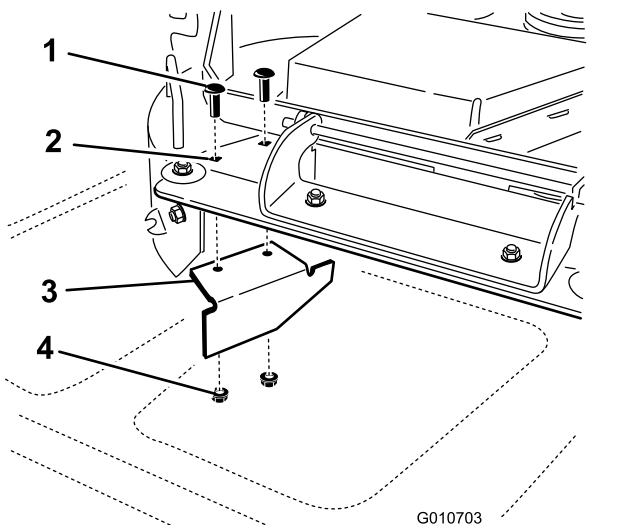

Figura 36
14. Nel sacchetto delle parti sciolte, individuate il deflettore di chiusura. Rimuovete gli elementi di fissaggio dai fori posteriori della piastra di scarico. Montate il deflettore nell'apertura di scarico laterale sul piatto di taglio (Figura 36).